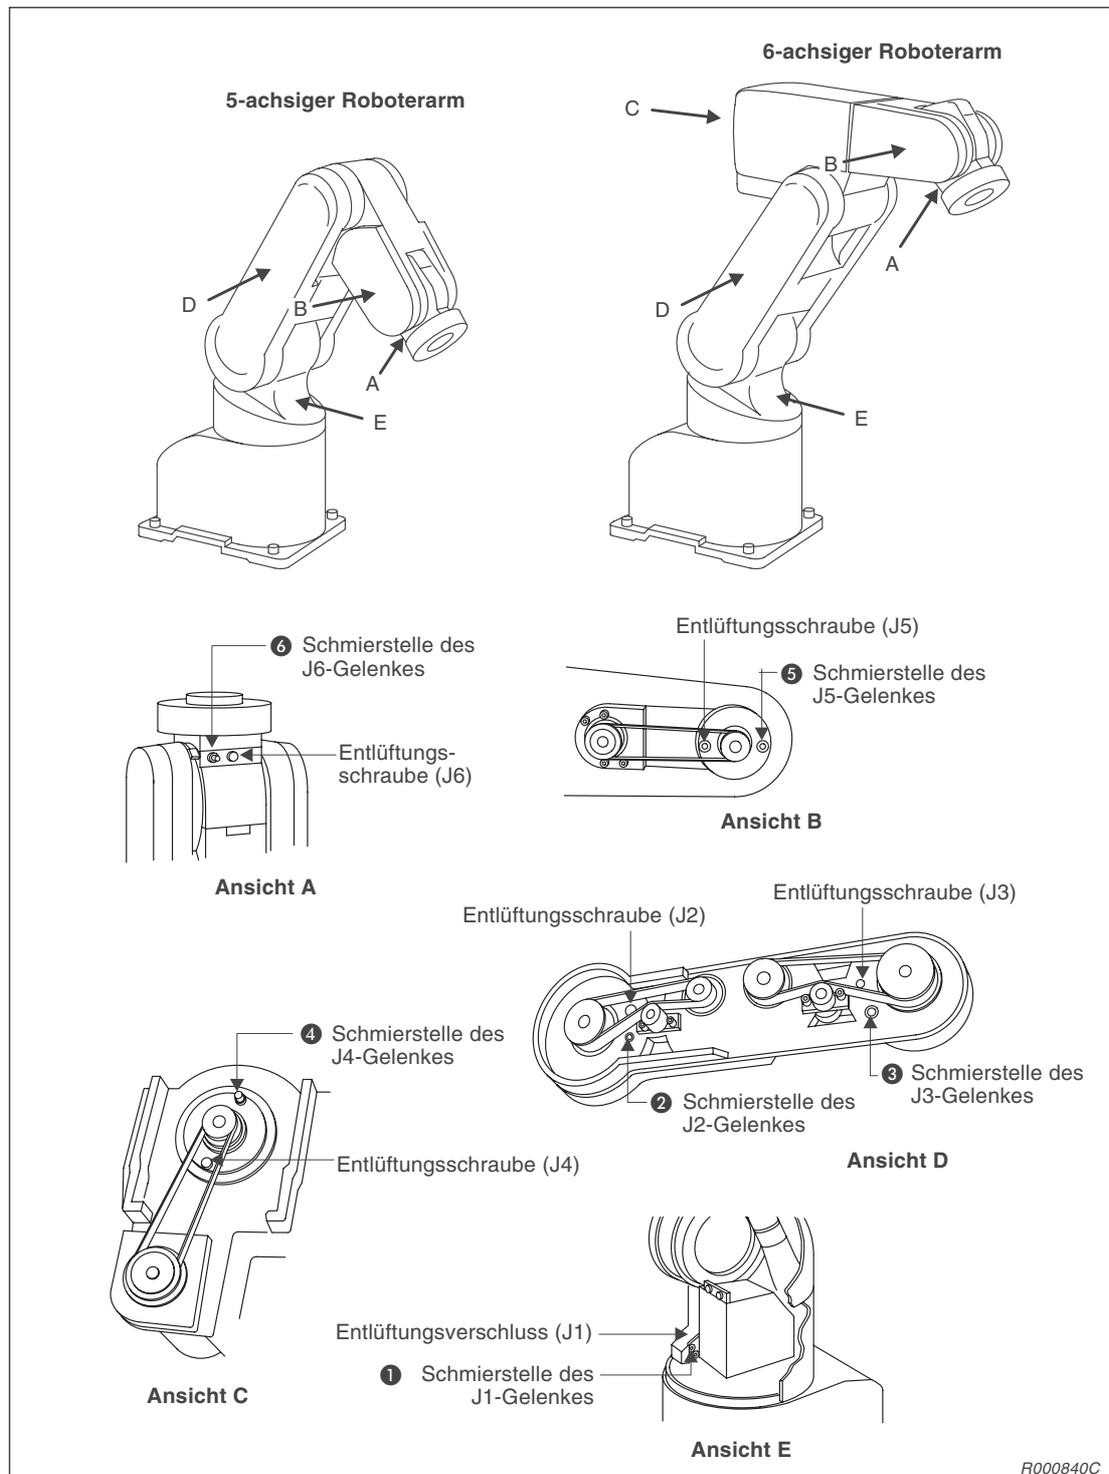

Abb. 5-10: Übersicht der Schmierstellen
Die Nummern in Tab. 5-7 entsprechen den Schmierpunkten aus Abb. 5-10.
- ① Fahren Sie den Roboterarm in die in Abb. 5-10 gezeigte Stellung.
- ② Entfernen Sie die Gehäuseabdeckungen (siehe Abs. 5.3.2).
- ③ Entfernen Sie die Entlüftungsschrauben.
- ④ Pressen Sie das Schmierfett mit einer Schmierfettpumpe in die entsprechenden Schmierstellen (Schmierfett siehe Tab. 5-7).
- ⑤ Setzen Sie die Entlüftungsschrauben wieder ein.
- ⑥ Montieren Sie die Gehäuseabdeckungen.